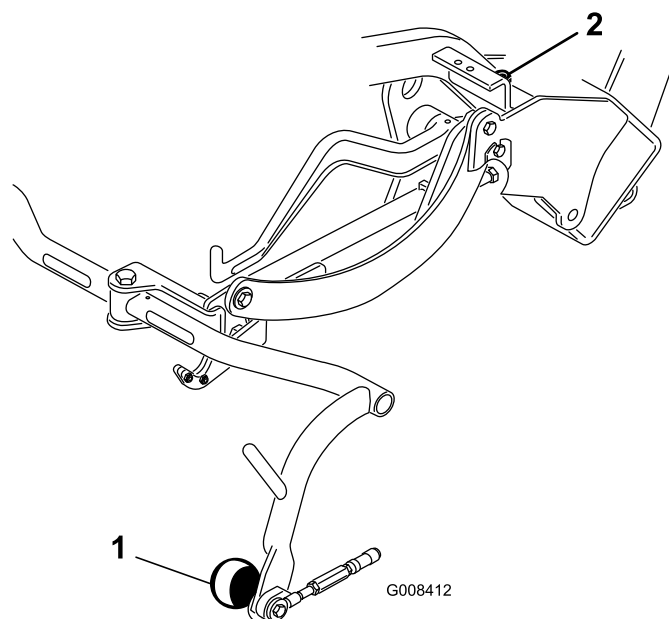

Figure 9
- Si un réglage est nécessaire, desserrez l'écrou de blocage de la vis d'arrêt du bâti porteur (Figure 9) et tournez la vis dans un sens ou dans l'autre pour élever ou abaisser le bâti. Serrez l'écrou de blocage une fois le réglage effectué.